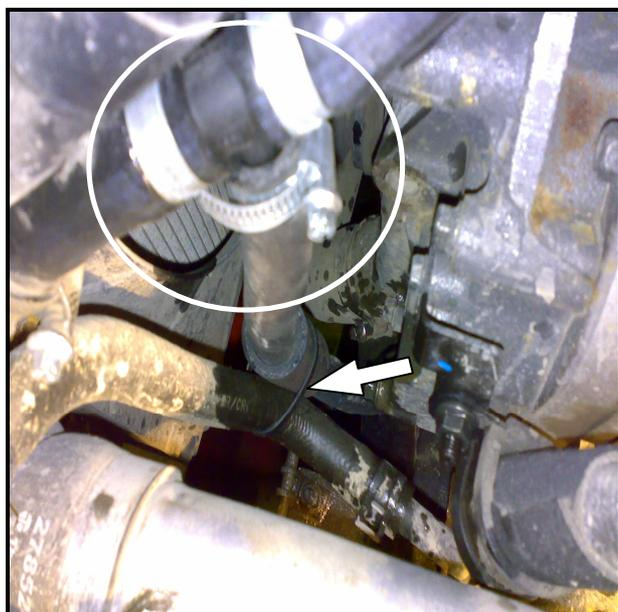

Рис.3 Положение тройника 16x16 и его фиксация
3.5. Разрезать всасывающий патрубок отопителя салона «обратка печки», надеть хомуты, вставить тройник 16x16x16 боковым отводом, направленным вниз (рис. 3).